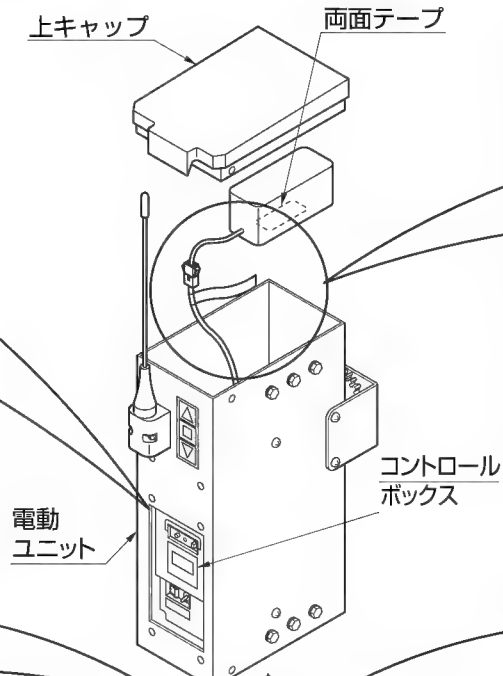

図9-3
- ②下キャップをはずし、膜付グロメットにカッター等で切れ目を入れてください。(図9-3参照)
- ③ソーラー用電源ケーブルとトランス用電源ケーブルを膜付グロメットの切れ目から通してください。(図9-3参照)